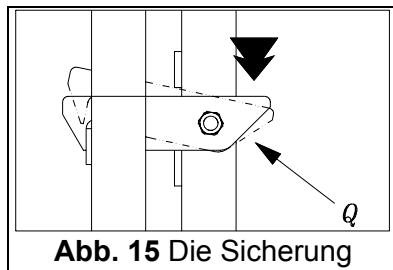

Abb. 15 Die Sicherung
1. Die Wanne auf den Boden herabsetzen, nachdem die Sicherung "Q" in die Pfeilrichtung geschoben wurde (siehe Abb. 15 und Generalschema Abb. A3 Seite 3);